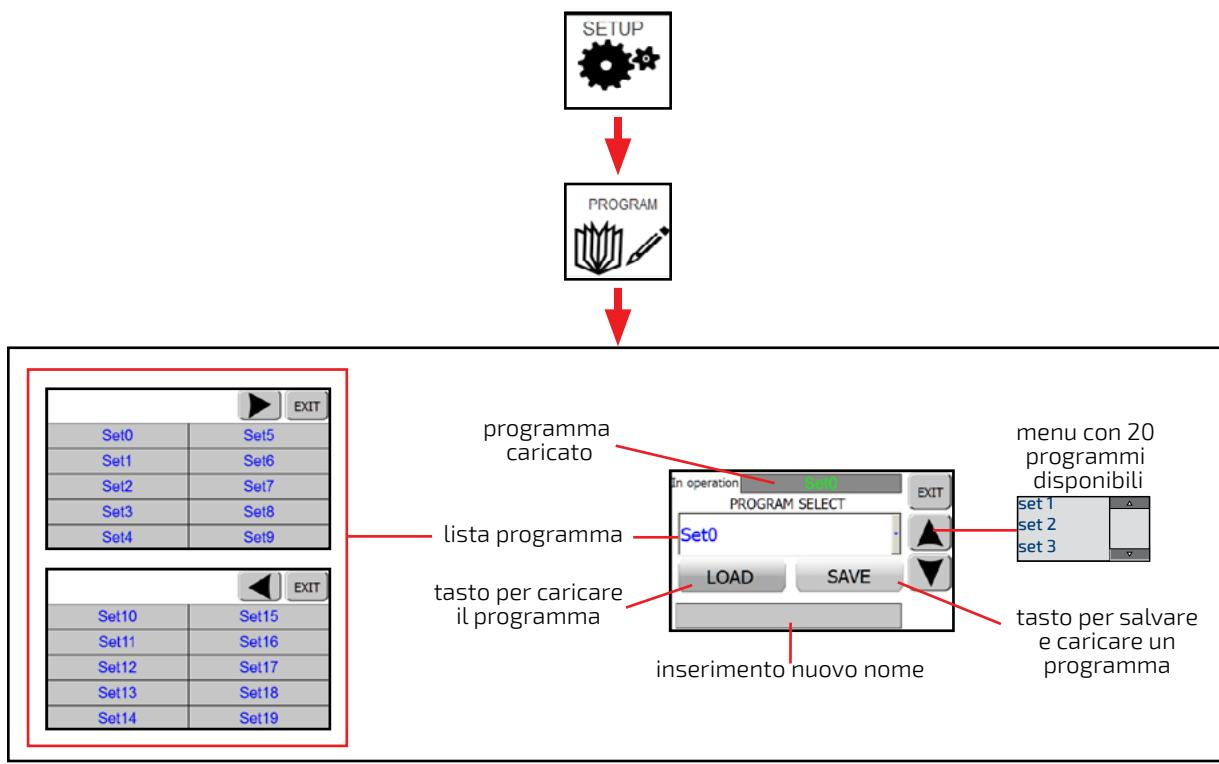

fig. 12
Per accedere alla schermata Program, premere Set Up dalla pagina principale (fig. 5) , Next della pagina Set Up (fig. 7) e il tasto Program della pagina Time Setting (fig. 9). Si aprirà la pagina Program (fig. 12) .
- premere  sul margine destro nello schermo per visualizzare la lista dei programmi (fig. 12);
- cliccare sul nome del programma caricato in blu. Esempio: set 0 (fig. 12). Si aprirà ora la prima di due pagine con l'elenco dei programmi.
3. Selezionare il programma dalla lista a scorrimento oppure cliccando sul nome in blu (fig. 12);
2. Selezionare il programma dalla lista a scorrimento oppure cliccando sul nome in blu (fig. 12);